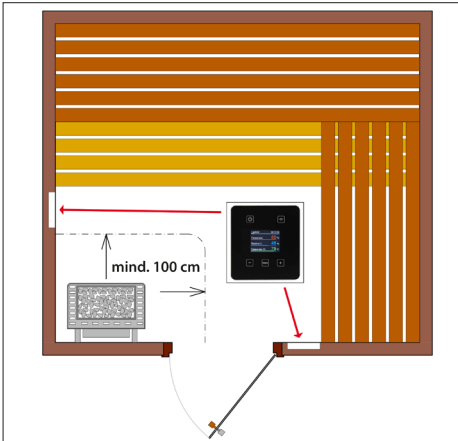

Fig. 7
**Attention :** Veillez, lors du montage de l'unité de commande, à respecter une distance minimale d'au moins 1 000 mm jusqu'au poêle du sauna (Fig. 7).